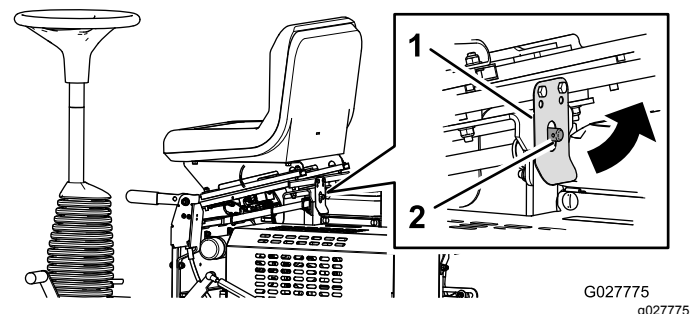

Figure 20
2. Tirez le verrou du siège en arrière et basculez le siège en avant (Figure 20).